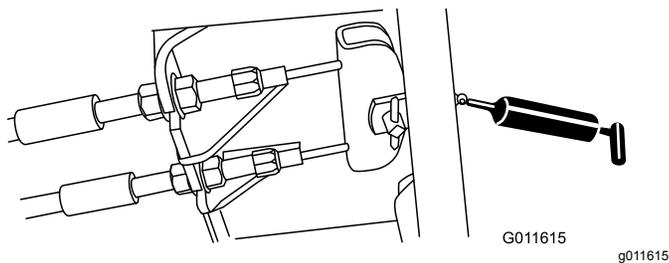

Figure 69
- Pédale de frein (1) (Figure 69)